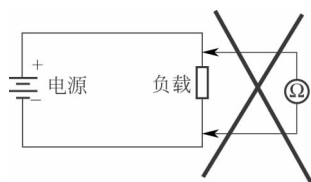

图 1-6 测量电阻的错误方法
(4) 不能带电测量 测量电阻的欧姆挡是由表盒内装干电池供电的, 因此在测量电阻时, 不能使电阻已带电进行测量, 如图 1-6 所示。这是因为带电进行测量时, 又相当于接入一个外加电压, 不但使测量结果无效, 而且很容易烧坏表头, 这一点必须特别